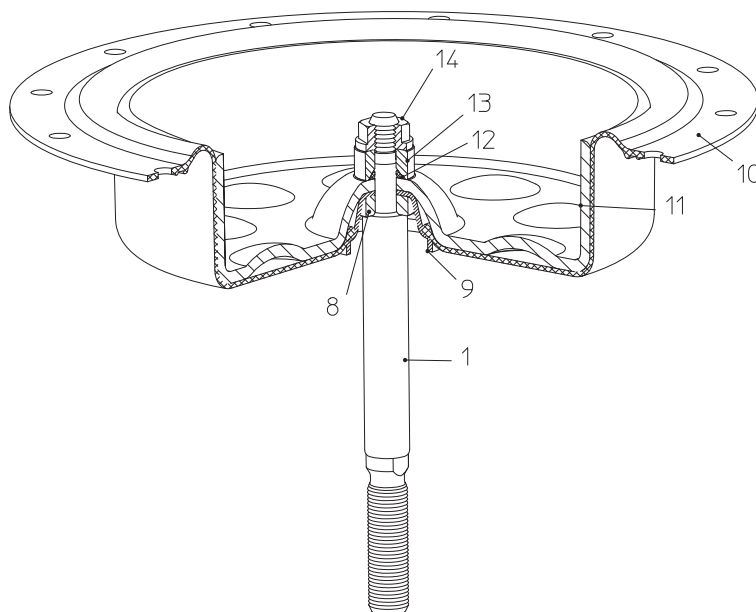
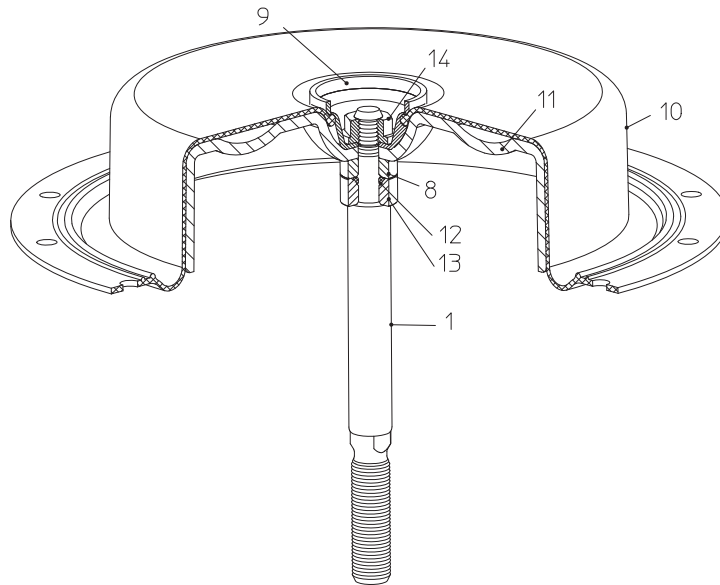
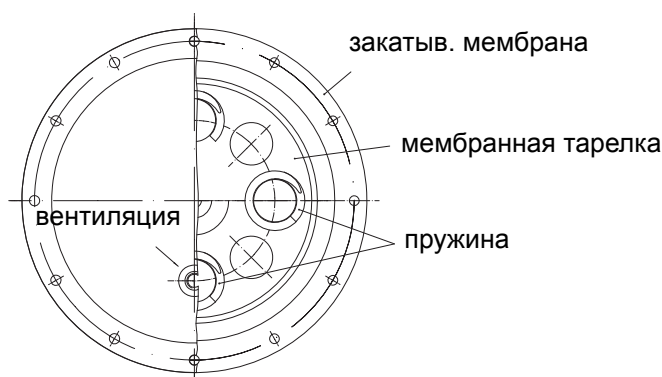

Рис. 21: „шпиндель привода выдвигается за счет силы пружины“
Рис. 22: „шпindelь привода втягивается за счет силы пружины“
Рис. 23
- При установке узла в привод с принципом действия “шпindelь привода выдвигается за счет силы пружины” выпуклость мембранной тарелки (11) должна располагаться на одной линии с отверстием в закатывающейся мембране (10) и находиться точно над воздушным патрубком в днище мембраны (7) (Рис. 21 и Рис. 23).
- При установке узла в привод с принципом действия “шпindelь привода втягивается за счет силы пружины” выпуклость мембранной тарелки (11) должна располагаться на одной линии с отверстием в закатывающейся мембране (10) и находиться точно над воздушным патрубком в кожухе мембраны (18) (Рис. 22 и Рис. 23).
- Установите пружины (15) в центрирующие элементы мембранной тарелки (11).
- Следите за правильной посадкой пружин! (см. Рис. 23!)
- Уложите кожух мембраны (18) на пружины (15) и закрепите винтами.
- Установите мембранную тарелку (11) и закатывающуюся мембрану (10) в кожух мембраны (18).
- Насадите днище мембраны (7) вместе с направляющей (3) на шпindelь (1) и закрепите винтами. (момент затяжки см. п. 8.1)